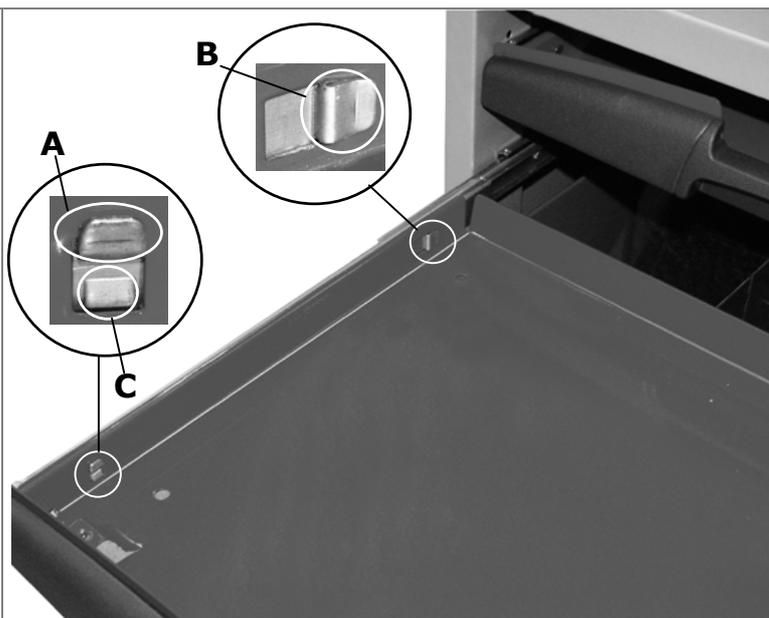

Fig.7
- Rimuovere i cassetti come indicato nelle **fig.7/8/9**, allo scopo di rendere accessibili i fori per il fissaggio dei moduli.
- Remove the drawers as shown in **figs.7/8/9** to gain access to the unit assembly holes.
- Iniziare dalla guida sul lato sinistro del cassetto (**fig.7**)
- Una volta liberata l'aletta **A**, estrarre il gancio posteriore **B** spingendo il cassetto (**fig.7**)
- Start with the runner on the left of the drawer (**fig.7**).
- With the hook **A** free, push on the drawer to detach the rear hook **B** (**fig.7**).